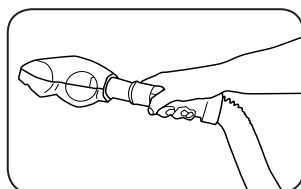
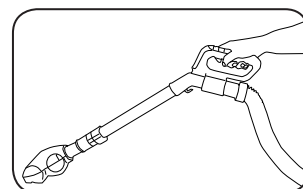

Fig. 6
Fig. 7
2. Raccordez la brosse turbo à l'extrémité du tuyau (Fig. 6) ou à l'extrémité du tube de la poignée (Fig. 7).